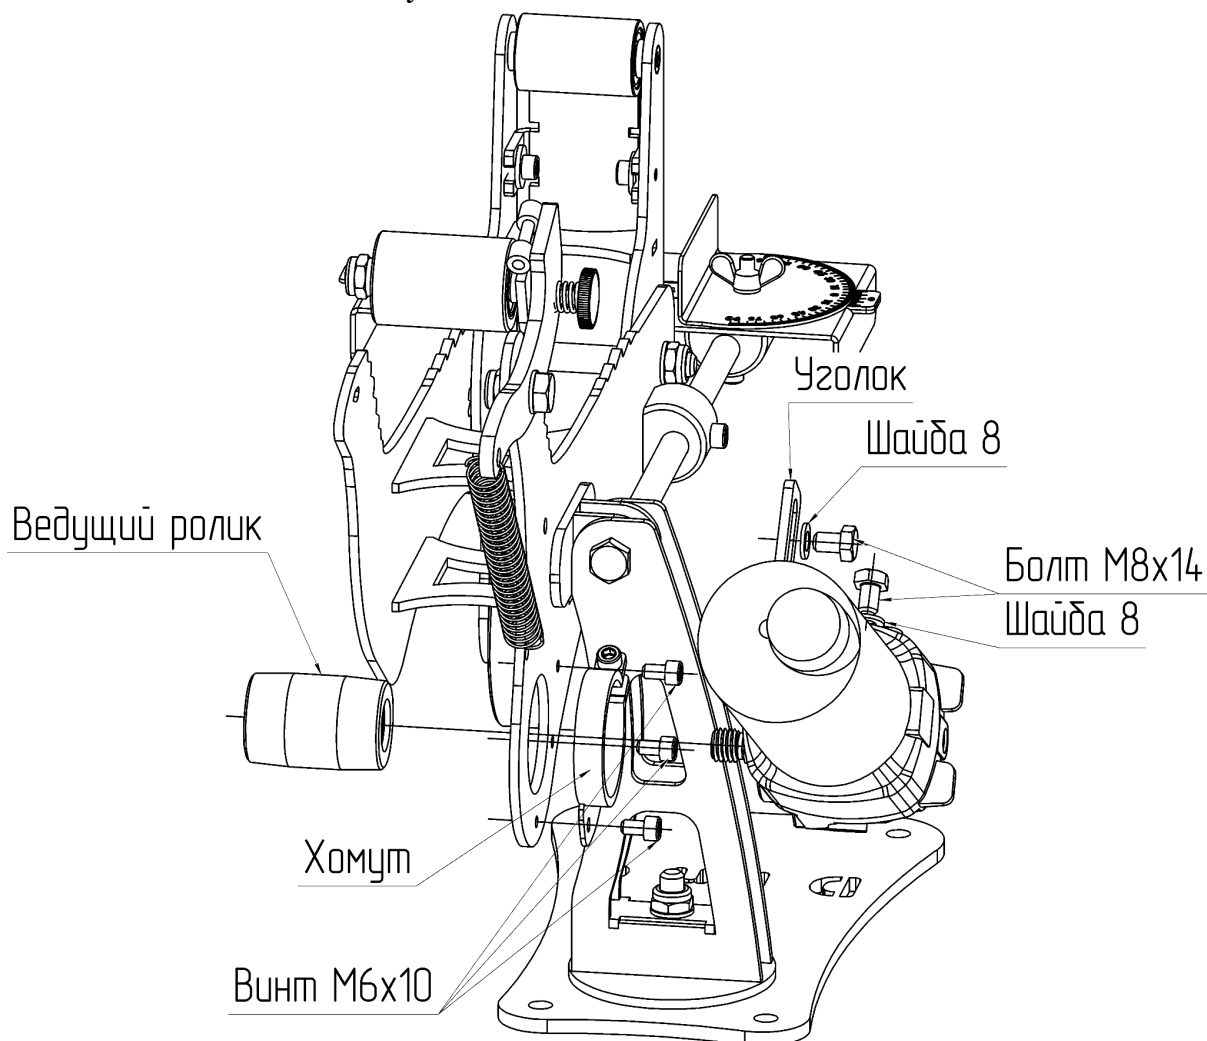

Рисунок 4 — Установка УШМ
- Установка УШМ (Рисунок 4). Нужно снять защитный кожух (ограждение диска), убрать стопорную гайку крепления диска. Далее производится установка УШМ на раму. Редуктор УШМ нужно закрепить в хомуте, затянуть с помощью винта М6. В отверстие для установки ручки на редукторе УШМ вкрутить болт М8 (М10, в зависимости от диаметра отверстия редуктора) через уголок (18). После закрепления УШМ накрутить ведущий ролик на вал УШМ.